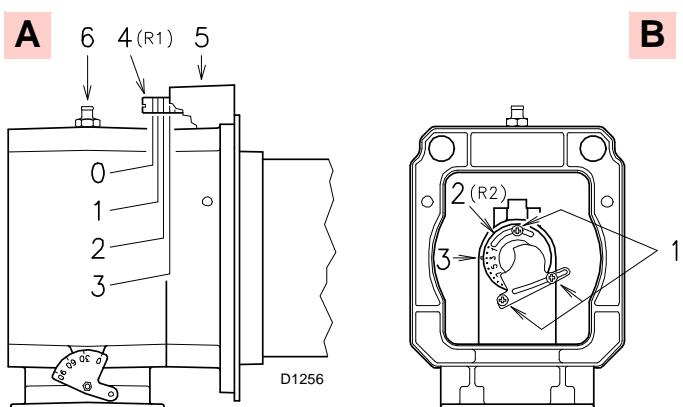

Fig. 16
Op dit punt van de installatie zijn de branderkop en de mof aan de ketel bevestigd zoals in A)(Fig. 16).
- die van de lucht R1 (A, Fig. 16)
- die van het gas/lucht R2 (B, Fig. 16)
Draai de schroef 4)(Fig. 16) rond totdat het gevonden merkteken samenvalt met het voorste vlak 5)(Fig. 16) van de flens.
Los, om de regeling te vergemakkelijken, de schroef 6)(Fig. 16), regel en zet dan vast.
Los de 3 schroeven 1)(Fig. 16) en draai de ringmoer 2) rond tot dat het gevonden merkteken samenvalt met de index 3). Blokkeer de 3 schroeven 1).
Het diagram (Fig. 17F) geeft de optimale regeling voor een type ketel volgens Fig. 4 op pag. 12 weer. Als de gasdruk het toelaat, kan met de sluiting van de ringmoer 2)(Fig. 16) de vorming van NOx beperkt worden.